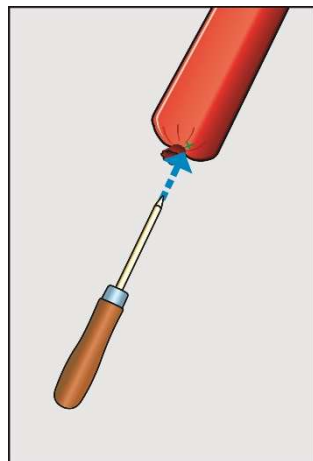

Abb. 3-20
- Benutzen Sie einen Dorn, um ein gerades Loch an einem Patronenende zu erstellen (Abb. 3-20)